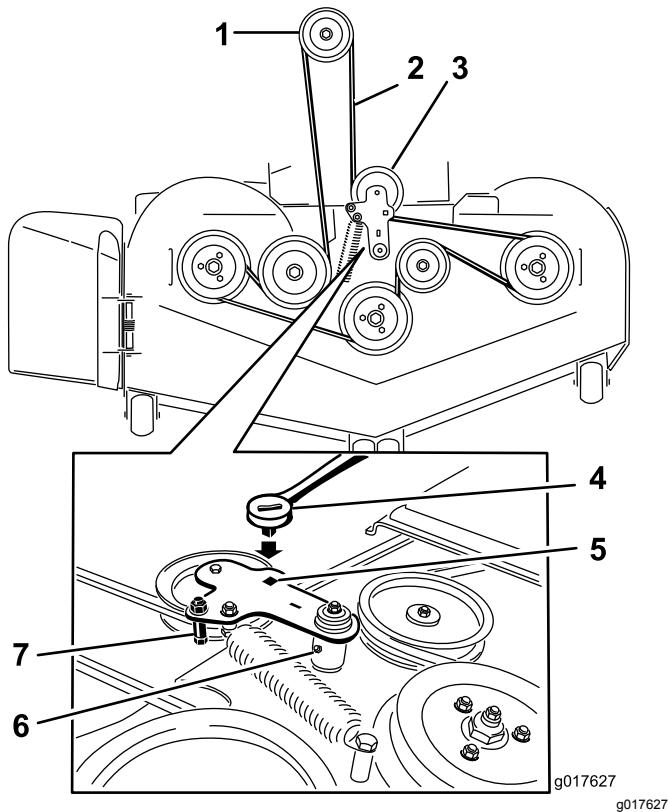

Figure 87
5. Soulevez le plancher et insérez un rochet dans le trou carré de la poulie de tension du plateau (Figure 87).
6. Tournez la poulie de tension dans le sens horaire et retirez la courroie du plateau (Figure 87).